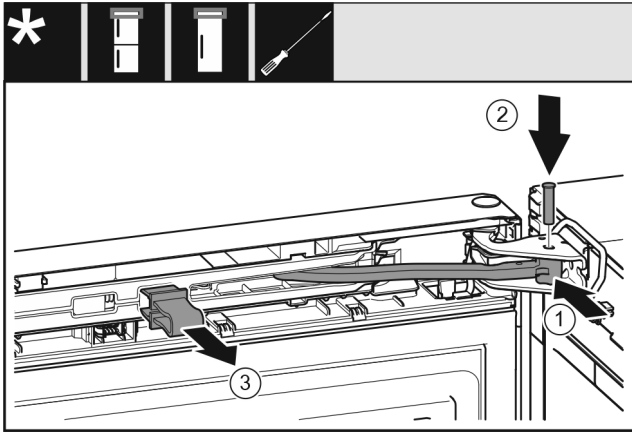

Fig. 52
- ▶ Forgassa a csapágybakba a csuklót Fig. 52 (1).
- ▶ Helyezze be a csapszeget Fig. 52 (2) a csapágybakba és a csuklóba. Közből ügyeljen arra, hogy a reteszelő bütyök megfelelően illeszkedjen a horonyba.
- ▶ Vegye le a biztosítékot Fig. 52 (3).